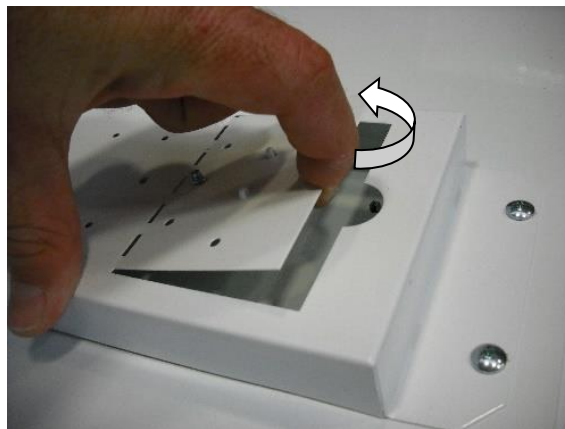

Fig.4
1. Make 2 or 4 holes in the ceiling for a 5-pin according to the indications shown in Figure 4 according to the type of suspension purchased (4 wires or 2 Y-wires), the length of the light fitting and the position of the suspensions on the ceiling light itself (more or less internal).
4. Eseguire i collegamenti elettrici aprendo lo sportellino rapido (Fig.4), per innestare il cavo nel morsetto premere la levetta del morsetto e inserire il cavo, successivamente rilasciare la levetta. Se viene fornito il cavo trasparente si faccia attenzione al filo verde/trasparente che è la messa a terra.
4. Make the electrical connections by opening the quick door (Fig.4), to engage the cable in the terminal, press the lever on the terminal and insert the cable, then release the lever. If the transparent cable is supplied, pay attention to the green / transparent wire which is grounding.